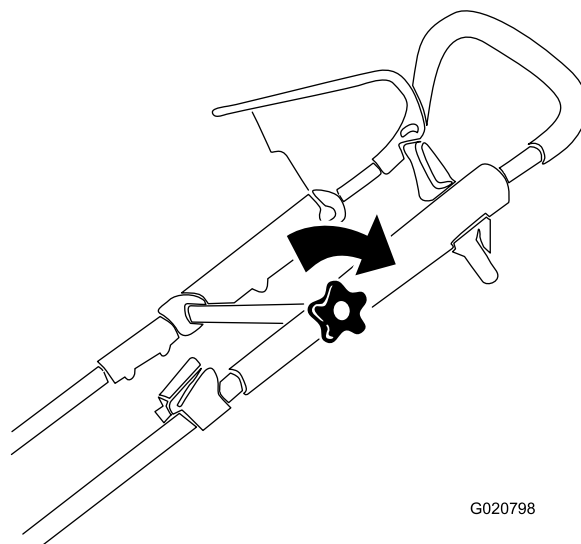

Figura 4
3. Mueva el manillar superior a la posición deseada y apriete firmemente el pomo del manillar superior (Figura 4).